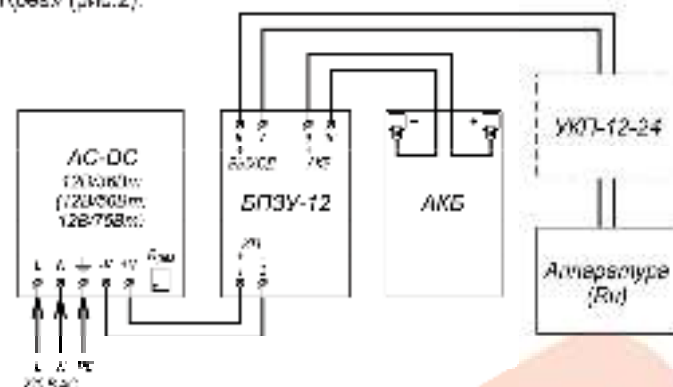
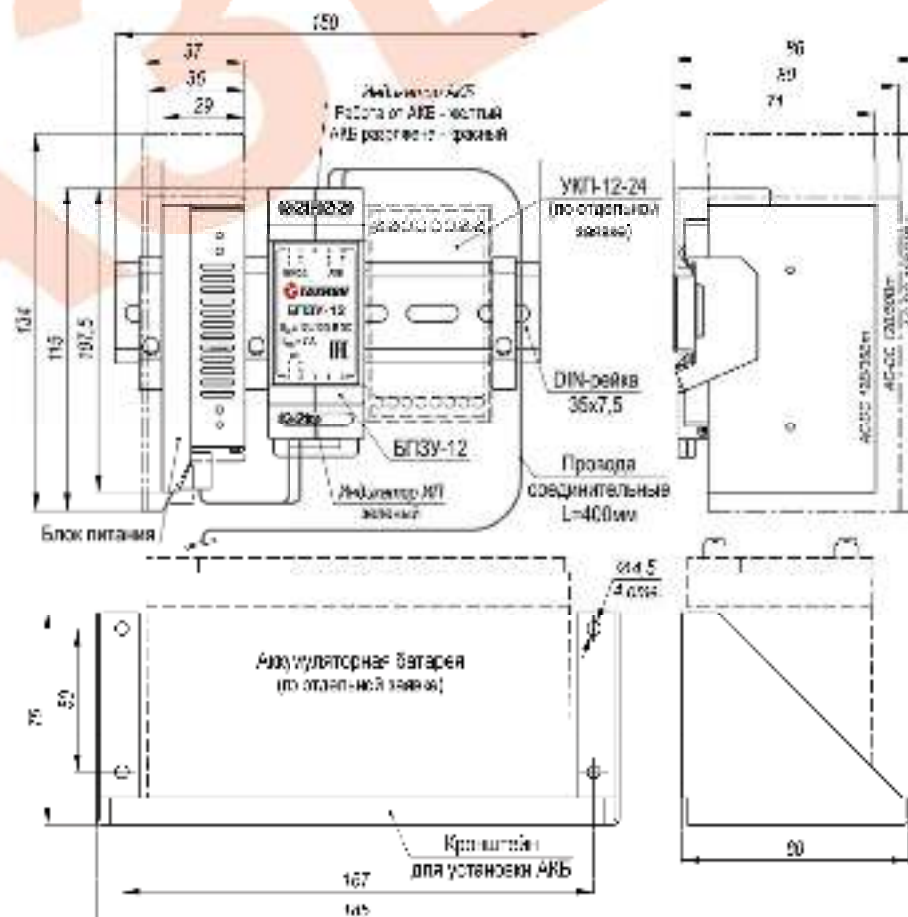

Рис.2 Схема электрическая принципиальная
Рис.1 Устройство, габаритные и установочные размеры
Подключение цепей изделий производится в соответствии со схемой электрической принципиальной (рис.2). Для подключения необходимо:
2. Установить аккумуляторную батарею на кронштейн (см. рис.1) и подключить ее проводами соединительными к контактам 9 (+) и 10 (-) БПЗУ-12, соблюдая полярность.
4. Подать трехпроводным кабелем напряжение питания 220В AC на соответствующие контакты блока питания, при этом фазный провод (L) соединить с контактом L, нулевой провод (N) с контактом N, а провод заземления соединить с контактом $\perp$.
5. При необходимости отрегулировать значение выходного напряжения при помощи потенциометра «Резз» (рис.2).
12. Габаритные размеры см. рис.1
Устройство изделия приведено на рис.1, схема подключения на рис.2.